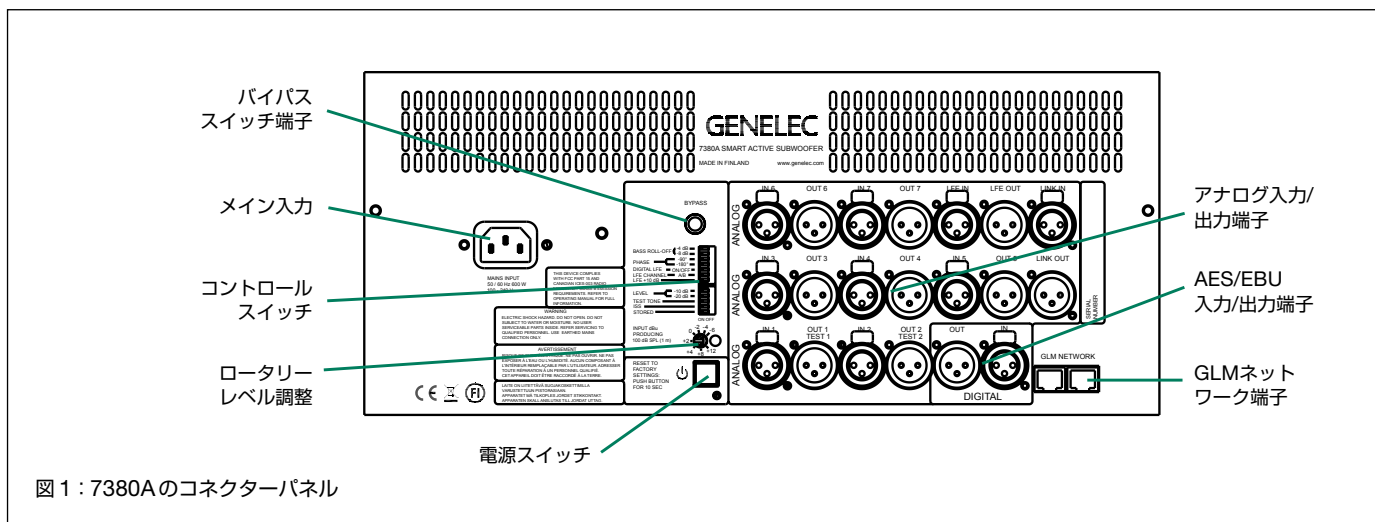

図1：7380Aのコネクターパネル
- ・各モニター（およびサブウーファー）をCAT5 (RJ45) ケーブルで接続し、最後にGLM Adapterデバイスのコントロールネットワーク入力に接続します(図1)。